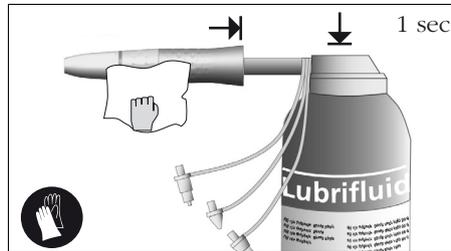

рис. 5
- Нажимать в течение 1 сек. на кнопку распылителя аэрозоля **рис. 5**.